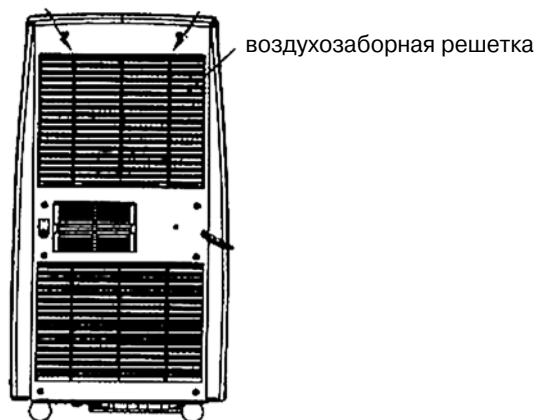

Рис.6.1
• Откройте крышку фильтра на задней панели кондиционера и извлеките фильтр из установочного отверстия на внутреннем блоке (рис.6.1)